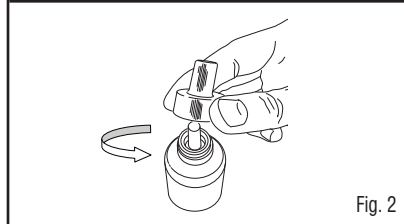

Fig. 2
2. Place on a flat surface and remove protective cap. Fig. 2.
2. Colóquelo sobre una superficie plana y quite la tapa protectora. Fig. 2.
3. Place on a flat surface and remove protective cap. Fig. 2.
3. Colóquelo sobre una superficie plana y quite la tapa protectora. Fig. 2.